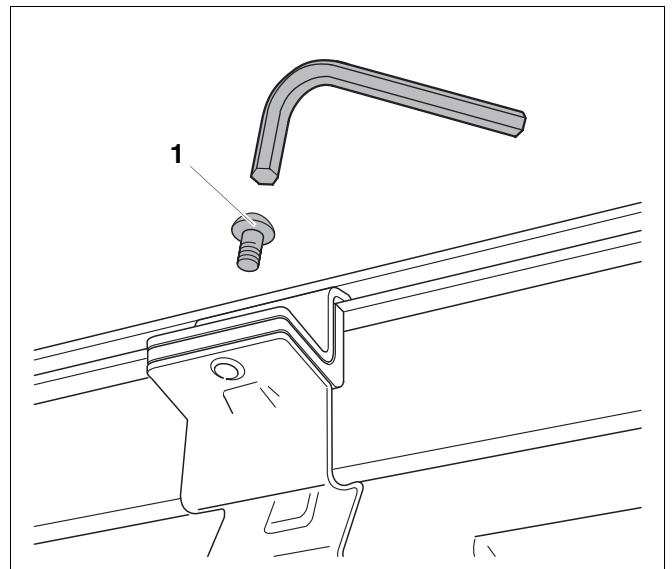

Abb. 9 Kollektor fixieren
- Verschrauben Sie die Kollektorklammer mit der Kollektorhalterung mittels beiliegender Linsenkopfschraube (Abb. 9, **Pos. 1**).